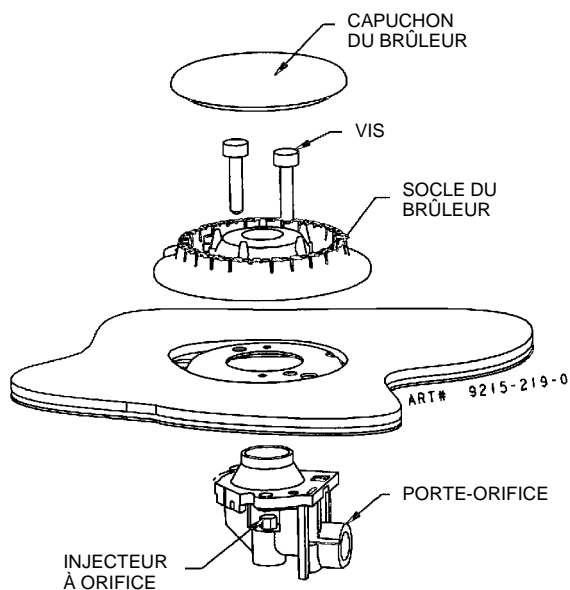

FIGURE 9
Étape 2 : Enlever le socle du brûleur en retirant les deux vis qui le retiennent en place. (Voir la figure 9.)
Étape 3 : Pousser fermement un tourne-écrou de 7 mm (ou 9/32 po) sur les injecteurs à orifice (figure 9) et desserrer l'injecteur en le tournant dans le sens anti-horaire. Retirer doucement le tourne-écrou du col du brûleur. L'injecteur à orifice doit se trouver pris dans le creux. Répéter pour chaque brûleur.